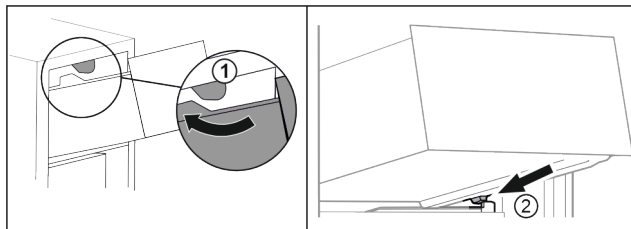

Fig. 14
- ▶ Обведите выдвижной ящик вокруг верхнего стопора. Fig. 14 (1)
- ▶ Наклоняя вниз, установите выдвижной ящик за нижние стопоры на контейнерное ребро. Fig. 14 (2)